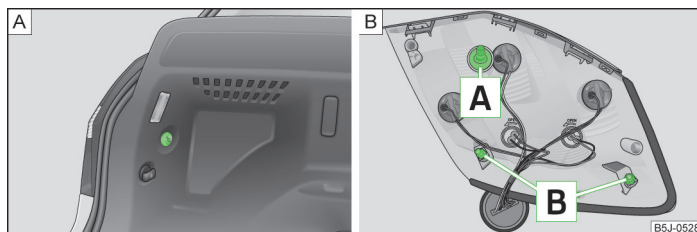

Fig. 162 Écrou en plastique / feu arrière
- Tenez d'une main le bloc optique arrière et dévissez de l'autre main l'écrou en plastique » fig. 162 - [A].
- Pour la repose, enfoncez d'abord la vis **A** du bloc optique arrière dans l'orifice de la carrosserie » fig. 162.
- Tenez d'une main le bloc optique arrière et vissez, puis serrez de l'autre main l'écrou en plastique » fig. 162 - **A**.